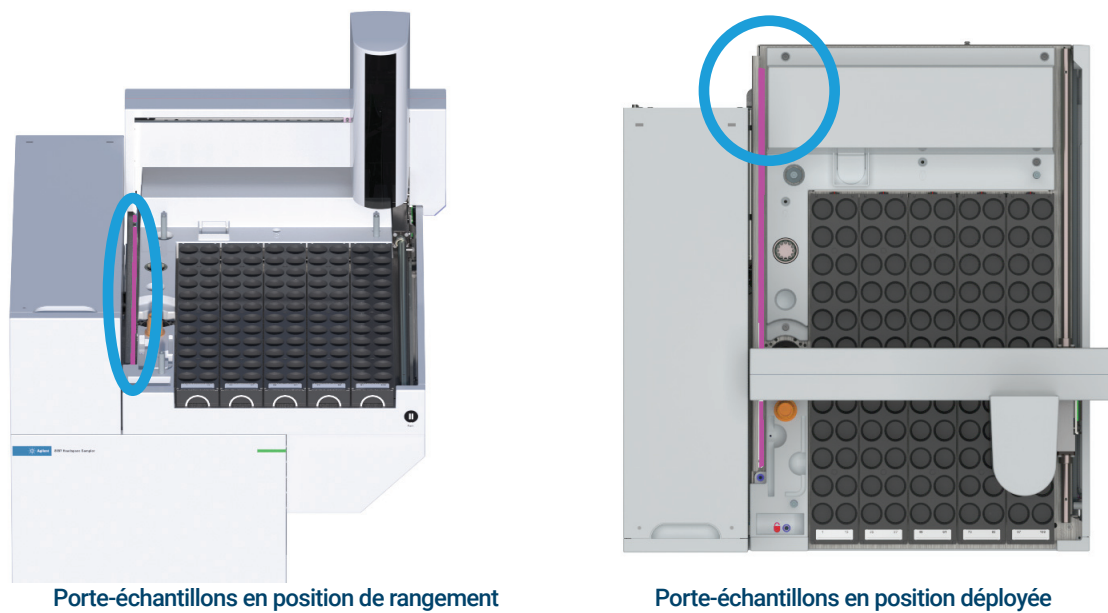

Figure 29. Voie de l'axe X, mise en évidence en rose
- 2 Essuyez la voie illustrée sur la **Figure 29** avec un chiffon propre ou une serviette en papier humidifié(e) avec de l'eau.